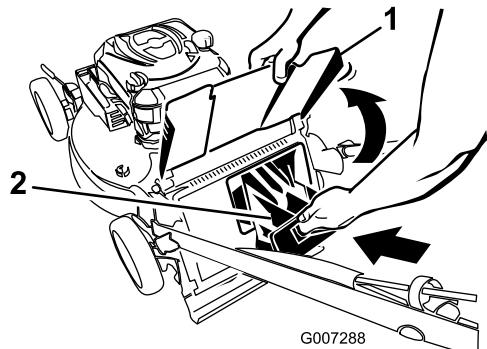

Figura 30
4. Riposizionate il coperchio di scarico posteriore (Figura 30)